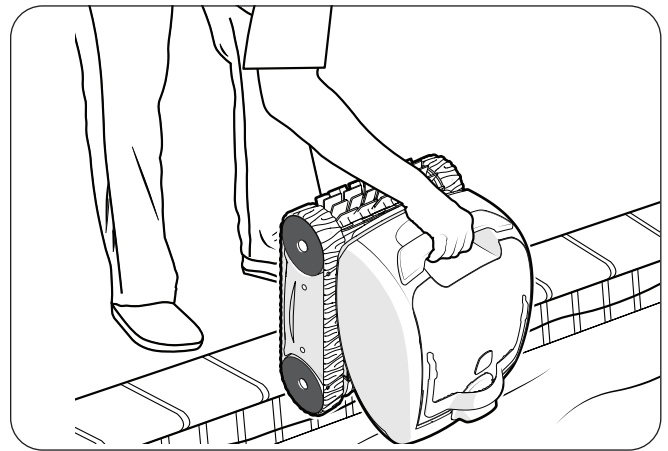

Figura 15. Elevar el limpiador de la piscina con la manija
1. Tire suavemente del cable flotante para traer el limpiador al alcance del brazo. Cuando el limpiador se encuentre al alcance del brazo, utilice la manija para retirarlo del agua. Nunca retire el limpiador de la piscina tomándolo del cable flotante (Figura 15).